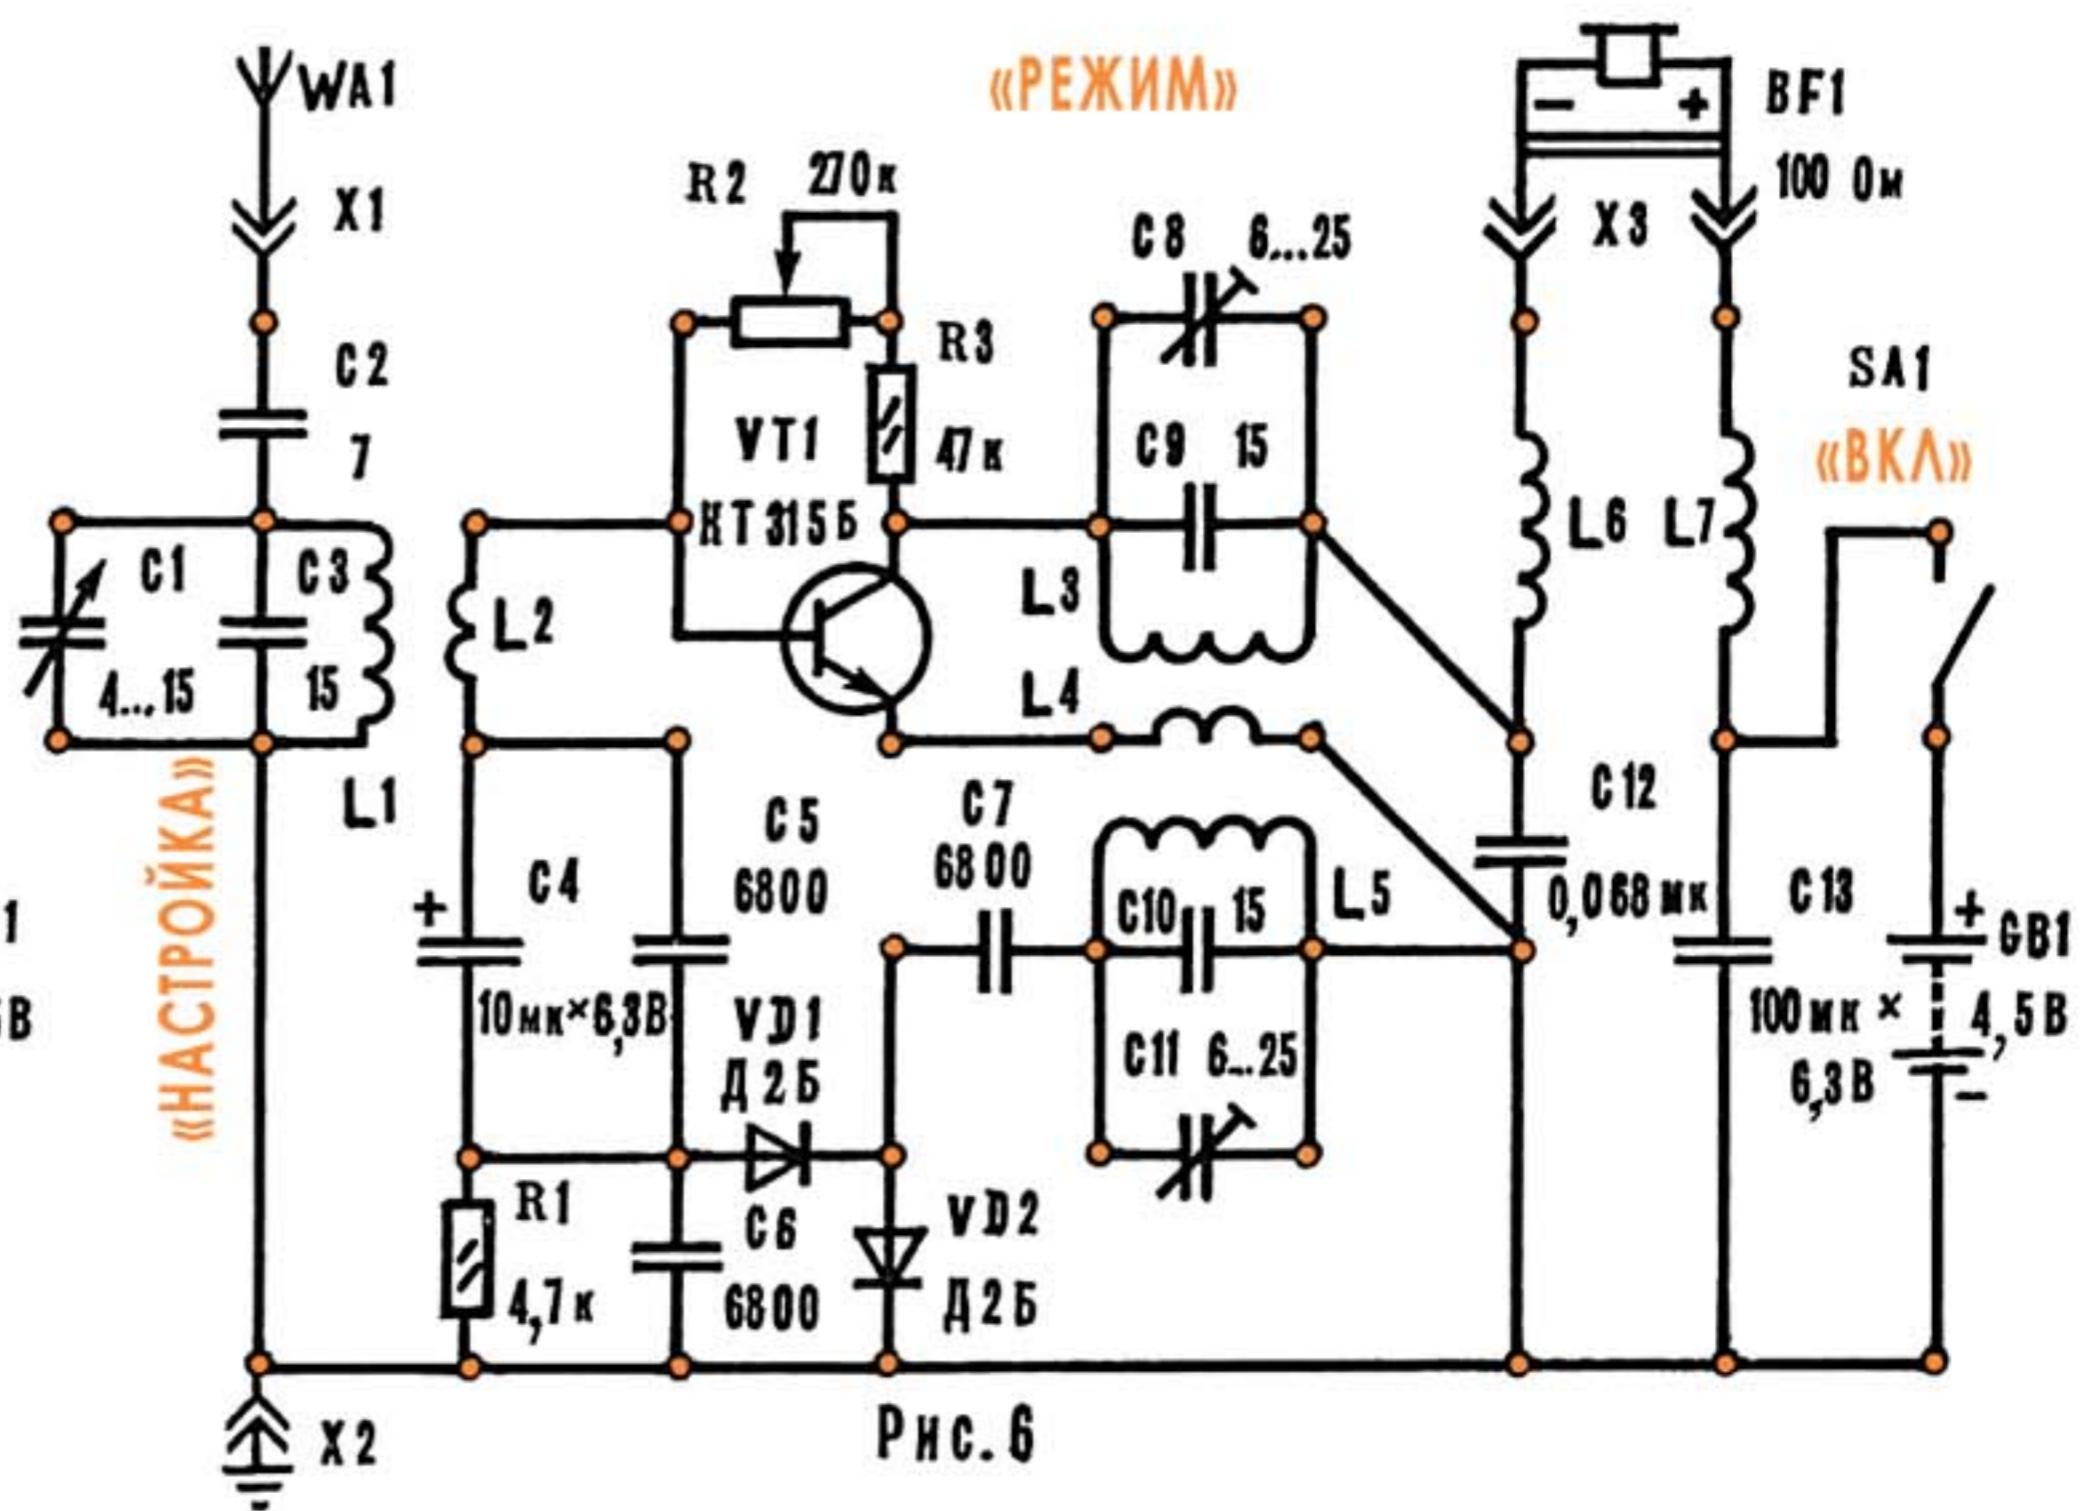

Рис. 6
**Рефлексный радиоприемник прямого усиления 1-V-1** (рис. 6) работает в 49-метровом КВ поддиапазоне. Сигнал, поступающий с антенны WA1 через конденсатор С2 на контур L1C1C3, с помощью катушки связи L2 подается на базу транзистора VT1. В цепь базы включен переменный резистор R2, с помощью которого устанавливают оптимальный электрический режим транзистора. Усиленный им сигнал РЧ выделяется в цепь коллектора двухконтурным полосовым фильтром C8C9L3L5C10C11. Потери в нем частично компенсируются положительной обратной связью, подаваемой из цепи эмиттера через катушку L4. Детектор с удвоением напряжения на диодах VD1, VD2 нагружен резистором R1. Напряжение ЗЧ через конденсаторы С4, С5 и катушку L2 приложено к базе транзистора и усиливается им. Звук воспроизводится телефонами BF1, включенными в цепь коллектора через катушку L3 и ВЧ дроссели L6 и L7. Таким образом, транзистор используется дважды: в качестве усилителя РЧ, а затем — ЗЧ.